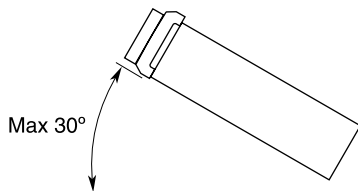

Figure 2
2. Installez l'appareil à 30 ° du plan horizontal. (Figure 2)